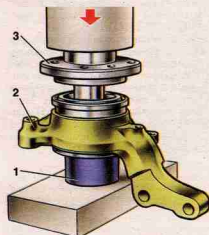

Рис. 4.7. Запрессовка ступицы колеса: 1 – оправка; 2 – поворотный кулак; 3 – ступица
– установите внутреннее стопорное кольцо и приступите к запрессовке ступицы оправкой 67.7853.9530. При ее запрессовке оправка 1 (рис. 4.7) обязательно должна опираться на внутреннее кольцо подшипника. После установки поворотного кулака в сборе со ступицей на автомобиль установите новую или бывшую в употреблении, но на другом автомобиле, гайку и затяните ее моментом 225,6–247 Н·м (23–25 кгс·м) и застопорите.